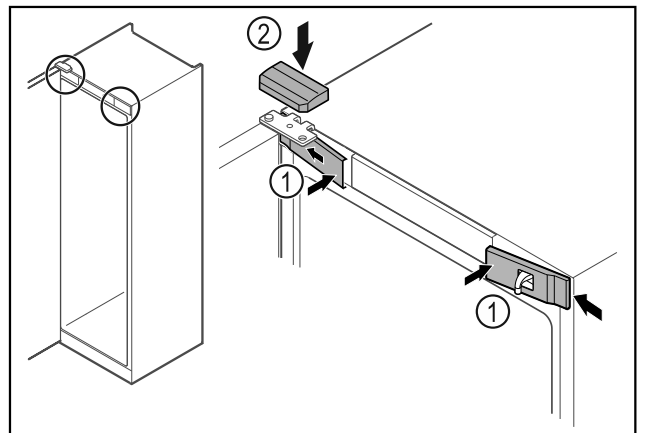

Fig. 52
- Vordere Abdeckungen Fig. 52 (1) seitlich einhaken und aufrasten.
- Obere Abdeckung Fig. 52 (2) von oben aufrasten.